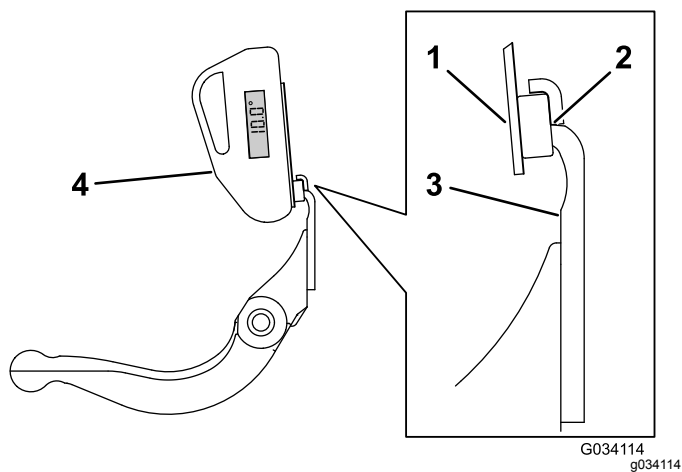

图13
- 将角度指示器底座放在底刀边缘上以使磁体边缘与底刀边缘紧密配合 图13。
4. 如 图13 所示将角度指示器放置到底座上。